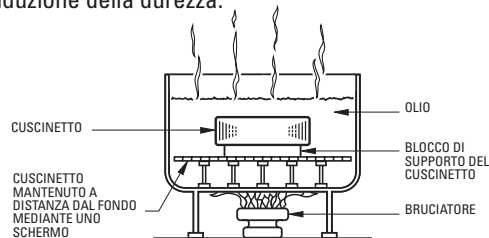

Fig. 10. Metodo ad espansione termica.
- Un esempio di bagno d'olio è illustrato in fig. 10. Il cuscinetto non deve entrare in contatto diretto con la sorgente di calore.